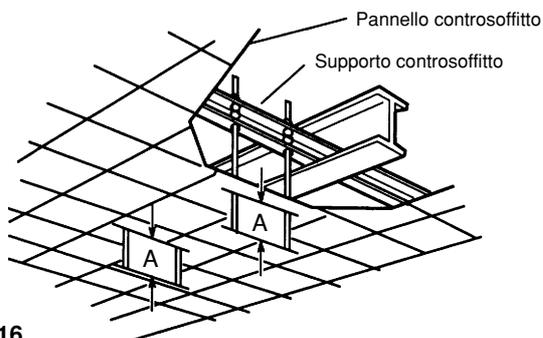

Fig. 3-16
- b) Utilizzare i supporti o la struttura del controsoffitto per il fissaggio dell'unità (vedi fig. 3-16).